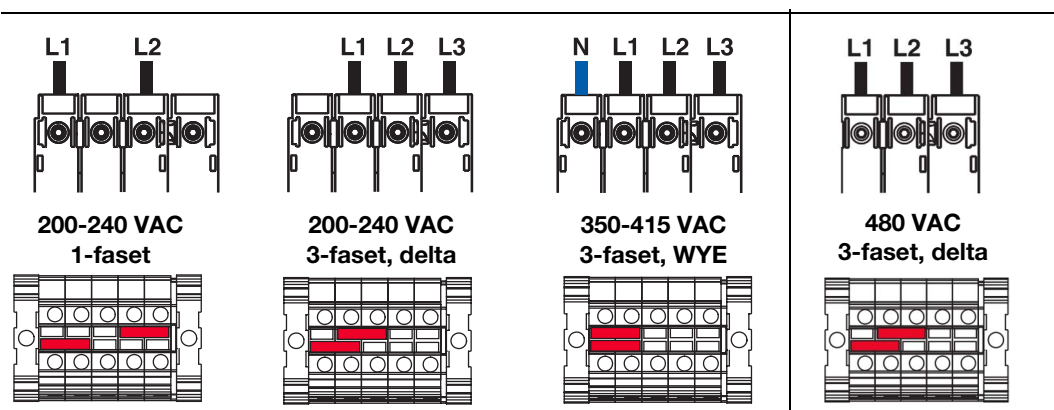

FIG. 7: Kortslutningsforbindelser og positioner
1. Sæt hovedstrømafbryderkontakten (AG) til slukket.
4. Tilslut jordledningen til jordklemmen (GT).
5. Tilslut strømledningen som vist (se FIG. 7). Træk forsigtigt i alle tilslutninger for at bekræfte, at de sidder korrekt fast.
6. Tilspænd trækaflastningen (SR).